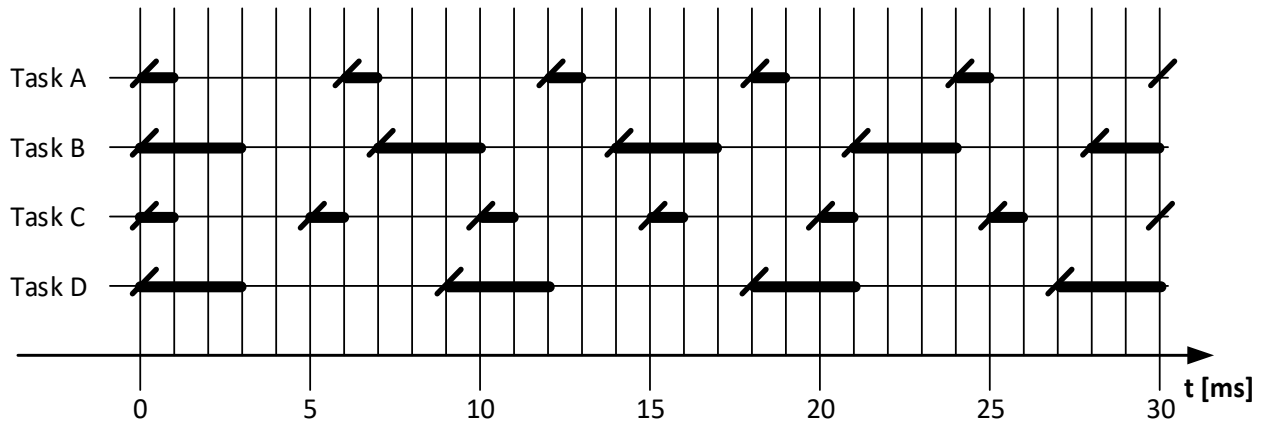

Abbildung 2: Soll-Ablauf der Tasks A, B, C und D
Gegeben sei ein periodisches Taskset mit vier Tasks und einem Soll-Ablaufverhalten entsprechend Abbildung 2. Die Periode ist gleichzeitig als Deadline für die Ausführung zu interpretieren. Die Prioritäten der Tasks können der Tabelle 2 entnommen werden (kleinste Zahl entspricht höchster Priorität). Es steht ein Rechenkern zur Verfügung.
c) Bestimmen Sie die Auslastung des Rechenkerns bei einer Beauftragung entsprechend Abbildung 2 und Tabelle 2.
Ermitteln Sie das zeitliche Ist-Verhalten der Tasks bei einer Beauftragung entsprechend Abbildung 2 und Tabelle 2 beim Scheduling nach dem Zeitscheiben-Verfahren mit einem Systemtakt von 2 ms im Bereich $0 \leq t < 30$ ms. Zeichnen Sie Ihre Lösung in Abbildung 4 ein.
Ermitteln Sie das zeitliche Ist-Verhalten der Tasks bei einer Beauftragung entsprechend Abbildung 2 und Tabelle 2 beim Scheduling nach dem Verfahren der kleinsten Restantwortzeit im Bereich $0 \leq t < 30$ ms. Zeichnen Sie Ihre Lösung in Abbildung 5 ein.